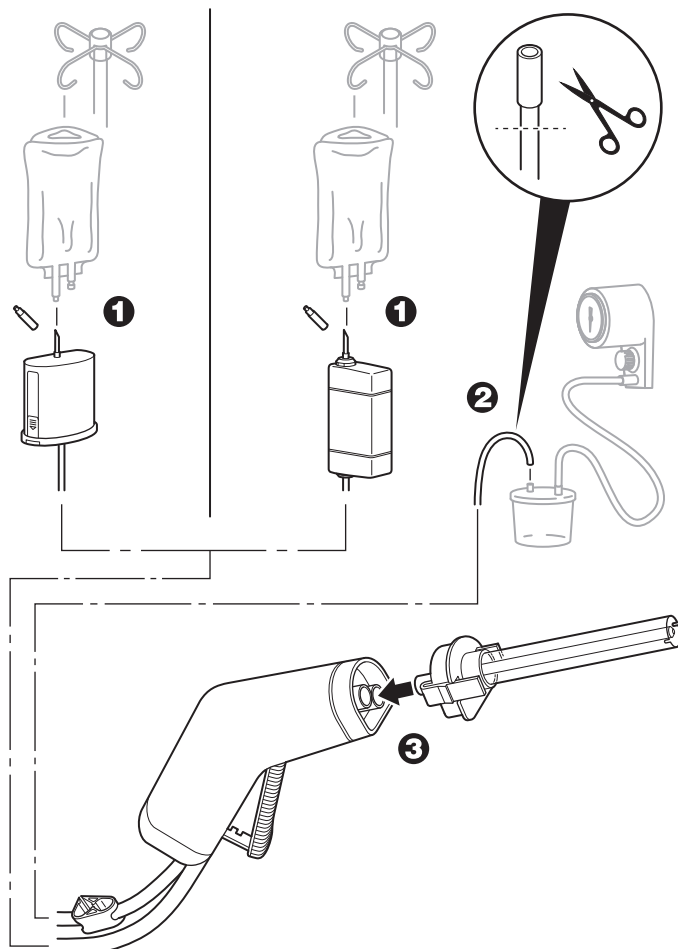

Figura 1 – Montar a peça de mão
- Utilizando uma técnica asséptica, remova a tampa do pico do tubo de irrigação do tubo de irrigação da peça de mão e instale o pico do tubo de irrigação na porta asséptica destacável do saco de irrigação (figura 1).